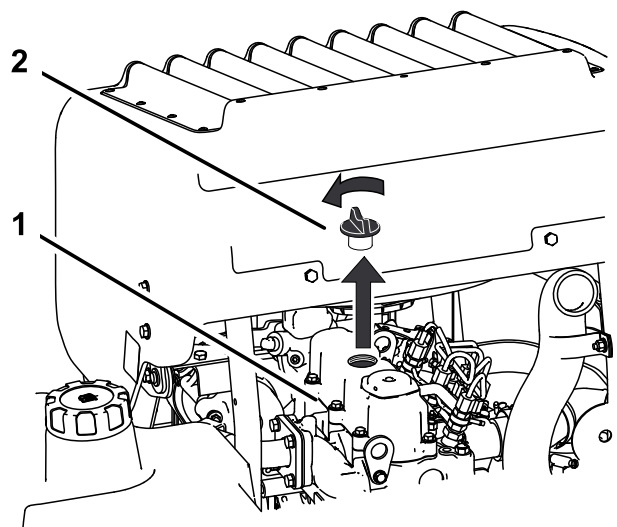

Figura 67
6. Retire o tampão de enchimento do óleo da parte superior do motor (Figura 67).
2. Retire o tampão de enchimento de óleo e a vareta (Figura 67).